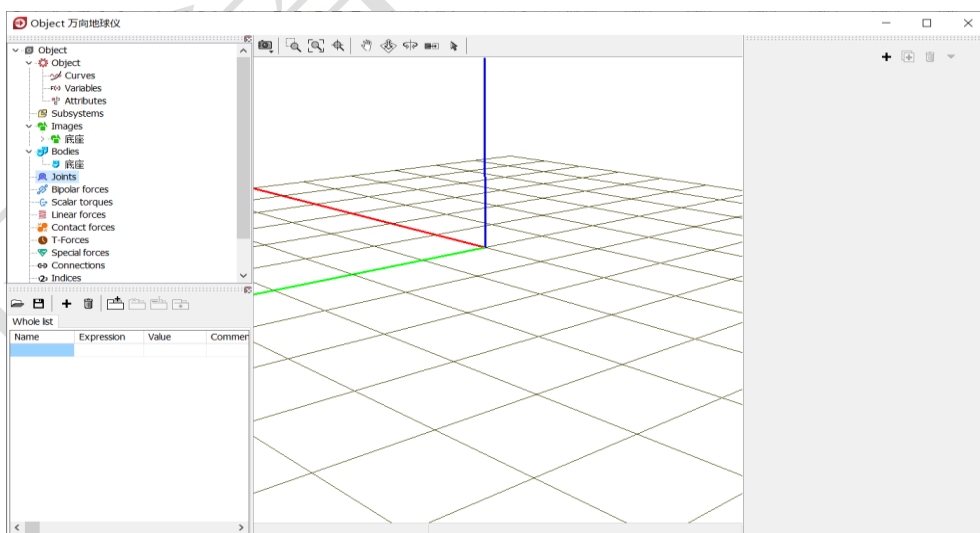

图 2-12
- 6) 选中左侧模型树中的 **Joints**，然后在右侧交互界面点击按钮 **+**，如图 2-12。